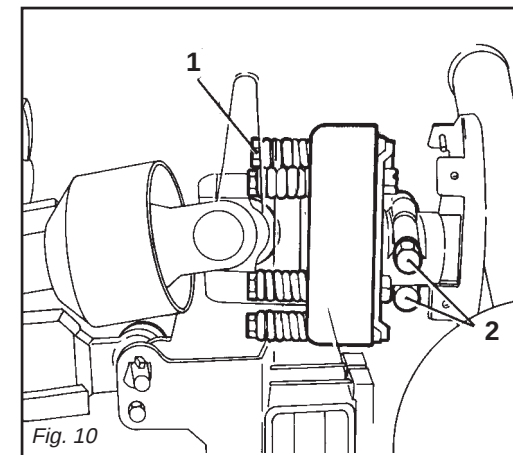

Fig. 10
La frizione è già pre-regolata per uno sforzo medio. Se slitta troppo facilmente (surriscaldandosi) è necessario avvitare uniformemente tutti i dadi (1 Fig. 10) che stringono le molle. Qualora l'albero cardanico fornito abbia il mozzo con bloccaggio a bulloni (2 Fig. 10), assicurarsi che questi siano serrati con forza.
Se la frizione non slitta, svitare uniformemente tutti i dadi (1 Fig. 10) che fissano le molle. Svitare un giro alla volta e verificare la frizione dopo circa 300 metri di lavoro. Se necessario ripetere l'operazione, sempre svitando un giro alla volta. Se la frizione mantiene durante il lavoro una temperatura di circa 40-50 gradi circa significa che è regolata in modo corretto. **Non serrare mai a fondo i dadi, poiché in tal modo si elimina la funzione delle molle e dunque della frizione a danno degli organi di trasmissione.**
The clutch is already pre-adjusted for average stress. If it slips too easily (and overheats), it will be necessary to evenly tighten all the nuts (1 Fig. 10) that retain the springs. If the supplied cardan shaft has a bolt-locked hub (2 Fig. 10), check that these bolts are fully tightened.
*If the clutch does not slip, evenly unscrew all the spring fixing nuts (1 Fig. 10). Unscrew one turn at a time and check the clutch after having worked about 300 meters. Repeat the operation if necessary, remembering to unscrew one turn at a time. If the clutch maintains a temperature of about 40-50 degrees during work, this means that it has been correctly regulated. **Never fully torque the nuts since this would void the function of the springs and, subsequently, of the clutch, thus damaging the transmission components.***
Die Gelenkwelle kann mit einer Sicherheitskupplung ausgerüstet werden, um die Getriebeteile des Gerätes vor Überlastungen und/oder Beanspruchungen zu schützen. Die Gelenkwelle darf keine Neigung über 10 Grad aufweisen (Abb. 3). Die Kupplung ist auf eine mittlere Beanspruchung voreingestellt. Wenn die Kupplung zu schnell schlupft (Überhitzung), muß man alle Muttern (1 Abb. 10), die die Federn spannen, noch weiter anziehen. Sollte die mit dem Gerät gelieferte Gelenkwelle eine mit Schraubbolzen blockierte Nabe (2 Abb. 10) haben, sicherstellen, daß diese angezogen sind.
Wenn die Kupplung nicht schlupft, alle Muttern (1 Abb. 10), die die Federn spannen, gleichmäßig lockern. Alle Muttern um eine Umdrehung losschrauben und die Kupplung nach 300 Metern Fahrstrecke prüfen. Den Vorgang falls erforderlich wiederholen, jeweils eine Umdrehung pro Versuch. Wenn die Kupplung während der Arbeit eine Temperatur von circa 40-50°C beibehält, ist sie richtig eingestellt. **Die Muttern nie ganz festziehen, weil dabei die Wirkung der Federn und damit der Kupplung aufgehoben würde, was sich schädlich auf die Getriebeteile auswirken würde.**
L'arbre à cardans peut être équipé d'un embrayage de sécurité pour protéger les organes de transmission de la machine en cas d'efforts ou de surcharges excessives. L'inclinaison du cardan de doit pas dépasser 10 degrés (Fig. 3). L'embrayage est déjà réglé pour un effort moyen. Lorsqu'il patine facilement (en se surchauffant) il faut visser de manière uniforme tous les écrous (1 Fig. 10) de serrage des ressorts. Si le moyeu de l'arbre à cardans dispose d'un blocage par boulons (2 Fig. 10), assurez-vous que ces derniers sont bien serrés.
*Si l'embrayage ne patine pas, dévissez de manière uniforme tous les écrous (1 Fig. 10) de fixation des ressorts. Dévissez d'un tour à la fois et vérifiez l'embrayage après environ 300 mètres de travail. Si nécessaire, répétez l'opération en dévissant toujours d'un tour à la fois. Quand l'embrayage maintient une température d'environ 40-50 degrés pendant le travail, cela signifie qu'il est réglé correctement. **Ne serrez jamais à fond les écrous car cela annule la fonction des ressorts et donc de l'embrayage au détriment des organes de transmission.***
El embrague está ya pre-regulado para un esfuerzo medio. Si patina muy fácilmente (recalentándose) es necesario ajustar uniformemente todas las tuercas (1 Fig. 10) que apretan en el resorte. Si el árbol cardánico tiene el cubo con bloqueo de bulones (2 Fig. 10), controlar que estos últimos estén bien ajustados.
Si el embrague no patina, aflojar uniformemente todas las tuercas (1 Fig. 10) que fijan el resorte. Aflojar una vuelta a la vez y controlar el embrague luego de 300 metros de trabajo. Si es necesario repetir la operación siempre aflojando un giro a la vez. Si el embrague mantiene durante el trabajo una temperatura de 40-50 grados significa que está regulado en modo correcto. **No ajustar jamás a fondo las tuercas, ya que así se inutiliza el resorte y la fricción dañando los órganos de transmisión.**